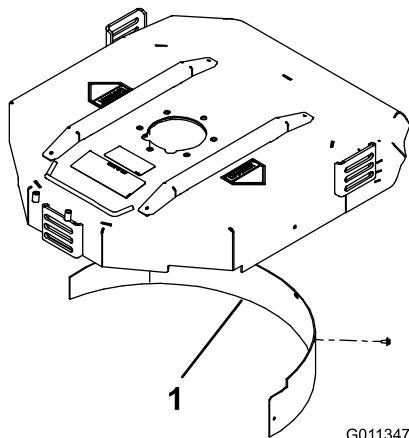

Рисунок 6
2. Установите дефлектор для мульчирования на заднее отверстие и закрепите с помощью 5 болтов с фланцевой головкой (**Рисунок 6**).